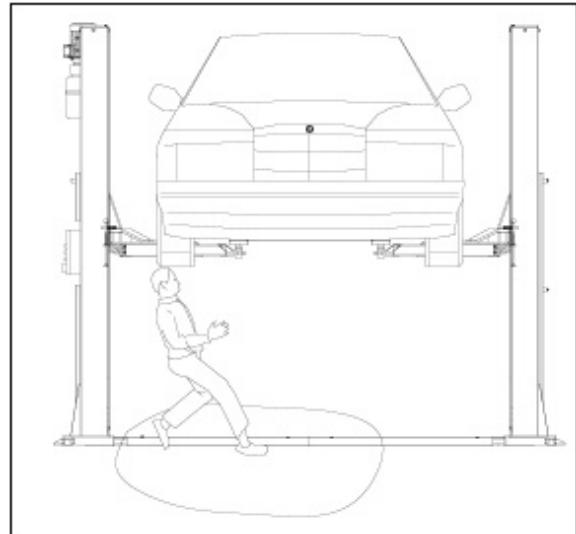

рис. 24
**Риск подскальзывания** вызывается загрязнением пола вокруг подъёмника смазочными материалами. Зона под подъёмником и в непосредственной близости от него должна сохраняться в чистоте. Немедленно удаляйте любое пролитое масло. Рис.24.